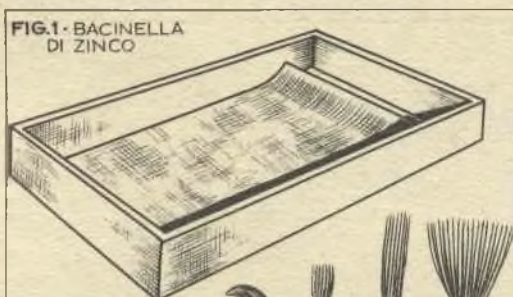

FIG. 2 - PENNELLI DI VARIE FORME
I pennelli debbono esser fabbricati direttamente dall'operatore. Essi sono composti di paglia di riso o di saggina (quella usata per le grate domestiche) ed hanno forme diverse, a seconda del risultato che si vuole ottenere. Ogni forma si addice ad un determinato lavoro o ad un particolare ritocco, spruzzatura del colore, suo trasciamento, etc. In fig. 2 ne illustriamo qualche tipo che potrà servire ai principianti.
15) Fissare questo pezzo, che servirà da molla, con un bulloncino e dado sulla base di bachelite di fig. 3, sì che il lato esterno del pezzo di fig. 2 scivoli sulla molla compiendo il suo movimento di pochi gradi;
16) Infilare nella linguetta del pezzo di fig. 2 un tubicino di ebanite, bachelite, od altro isolante (questa manopolina, fig. 11, servirà a proteggere l'operatore dell'automatizzato dalla corrente che percorrerà il pezzo in questione);
18) Unire tra loro mediante un conduttore la massa del sostegno delle bobine e la parte mobile del congegno, quella che sta sotto l'elettromagnete. Far ciò utilizzando uno di quei 4 bulloncini che fissano sulla base di bachelite il sostegno delle bobine, serrando ben stretto il dado su due rondelline tra le quali verrà posto un capo del filo da campanelli (10/10), mentre l'altro capo verrà stretto tra altre due rondelline sotto ad uno dei bulloncini che fissano la cerniera del pezzo mobile di fig. 2. Questo collegamento va fatto sotto alla base e non deve perciò esser visibile dall'alto;